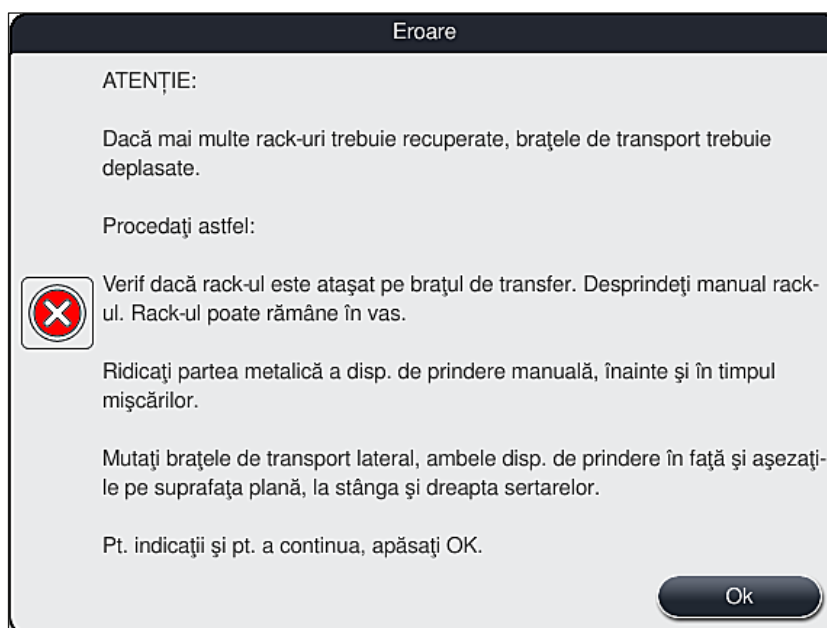

Fig. 109
3. După apăsarea butonului **OK** (→ "Fig. 108") se afișează un alt mesaj (→ "Fig. 109") care îi oferă utilizatorului instrucțiuni cu privire la procedura corectă de înlăturare a stativei respective.